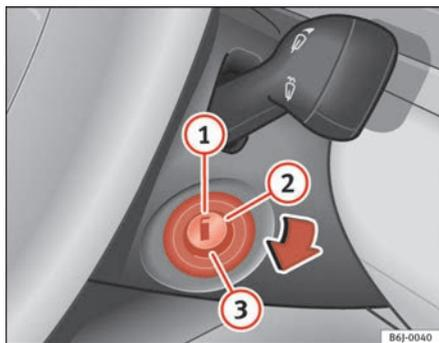

Fig. 93 Posições da chave da ignição
Nesta posição, ⇒ fig. 93 a ignição e o motor estão desligados, podendo bloquear a direcção.
- Rode a chave da ignição para a posição ⇒ página 135, fig. 93
- Rode a chave da ignição para a posição ⇒ **página 135, fig. 93**